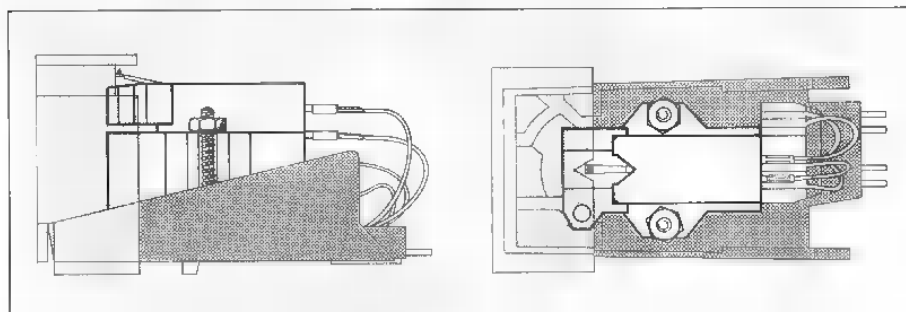

Fig. 12
1. Zur Montage des Tonabnehmersystems lösen Sie den Systemträger vom Tonarm indem Sie den Tonarmgriff (4) nach hinten drücken. Halten Sie dabei den Systemträger fest, da er nach Öffnen der Verriegelung herunterfällt.
2. Befestigen Sie das Tonabnehmersystem unter Verwendung des dem Tonabnehmer-system beigelegten Zubehörs auf dem Systemträger. Zu beachten ist, daß das Tonabnehmersystem am geometrisch richtigen Ort für die Abtastnadelspitze im Systemträger montiert wird (Fig. 12).
1. To mount the cartridge, detach the cartridge holder from the tonearm by pressing the tonearm handle backward (4), while holding the cartridge holder with your hand to prevent its falling down when the lock is released.
2. Using the hardware provided, mount the cartridge on the cartridge holder. Use the gauge to make sure that the cartridge is mounted in the geometrically proper place in the cartridge holder (Fig. 12) as far as the stylus is concerned.
2. Fixez la cellule sur le porte-cellule en utilisant les accessoires joints à la cellule. Vérifiez que la cellule est montée à l'emplacement géométrique correct pour la pointe de lecture, dans le porte-cellule (fig. 12).
2. Het toonsysteem op de systeemhouder bevestigen. Dit moet op de meetkundig juiste plaats gemonteerd worden (Fig. 12). Gebruik het hulpmateriaal, dat bij de platenspeler geleverd wordt.
2. Sujete la cápsula fonocaptora, bajo empleo de los accesorios adicionados al mismo, en el portacápsulas. Debe tenerse en cuenta que la cápsula fonocaptora sea montada en el lugar geométricamente correcto en el portacápsulas (Fig. 12).
2. Montera den nya pick-upen i monteringsbryggan. Se till att nålspetsen hamnar i rätt position, med hjälp av monteringsmallen (Fig. 12). Använd vid monteringen de tillbehör som medföljer skivspelaren. (Distansrör, skruvar och muttrar).